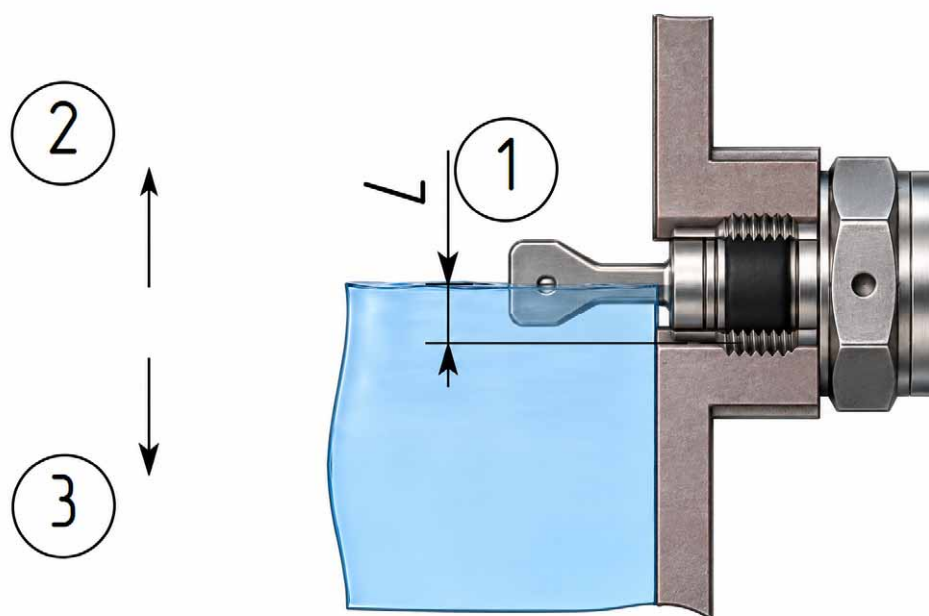

Рисунок 53 – Горизонтальный монтаж
При вертикальном монтаже сигнализаторов точка срабатывания находится примерно на расстоянии 7 мм (1) от края вилки чувствительного элемента. При уменьшении плотности измеряемой среды это расстояние увеличивается (2). При увеличении плотности измеряемой среды это расстояние уменьшается (3) (рисунок 53).